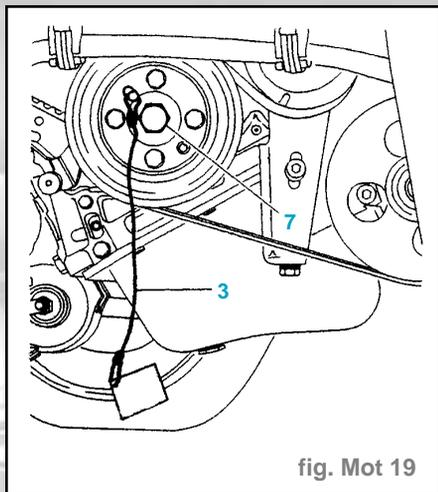

fig. Mot 19
- Amener le moteur vers le point de pigeage des arbres à cames, Ne pas revenir en arrière (fig. Mot. 19 et 20).
- les pignes doivent s'engager librement (fig. Mot. 19 et 20)
- Piger (fig. Mot. 19 et 20) :
- le vilebrequin (pistons à mi-course) (fig. Mot. 19 et 20)